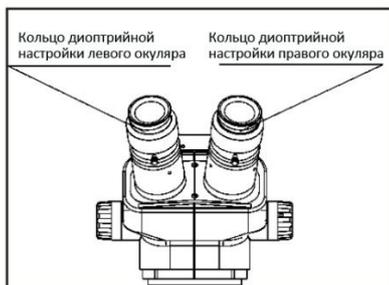

Рис. 3
- 5) Посмотрите в правый окуляр. Если изображение расплывчатое, подкручивайте правое кольцо диоптрийной настройки, пока образец не станет четко различим (Рис. 3)
- 7) Выполните шаг 4 и настройте чёткость изображения левого окуляра, подкрутив левое кольцо диоптрийной настройки. (Рис. 3)